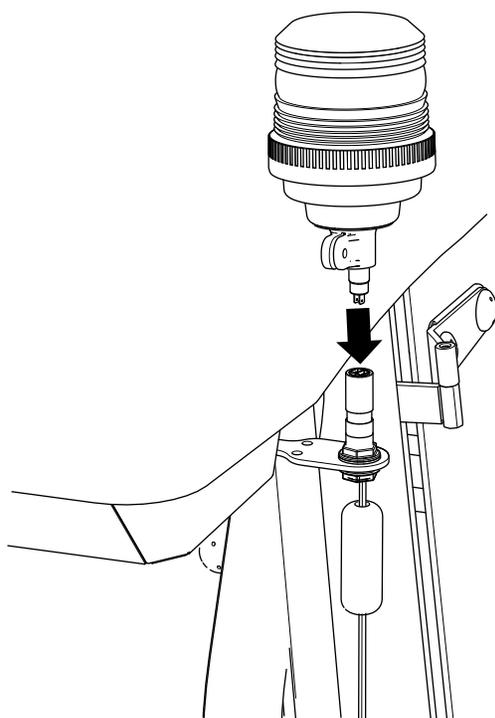

図 18
5. ビーコンスタンドの上部にビーコンを組み付ける (図 18)。